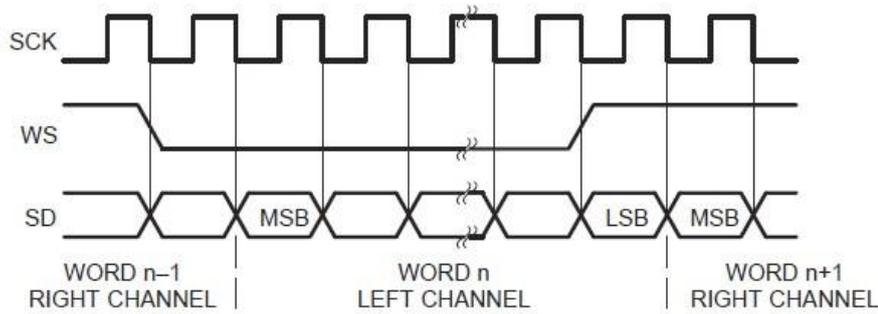

图 25-1 I2S 传输协议
I2S 发送器和接收器的操作时序如图 25-1 所示。发送器和接收器的传输操作时序要求都是在信道选择信号 (WS) 改变之后的第二个位时钟开始传输下一帧数据，数据先传 MSB 位，再传输 LSB 位。发送器和接收器能处理的字位宽可以不一致，若发送器所需发送的数据的位宽比系统所支持的数据位宽要短，则 LSB 补零发送，反之，则忽略部分 LSB 数据；同理，对接受器而言，当接收到的数据的位宽比自己能处理的位宽小时，则 LSB 补零接收，反之，则忽略接收部分 LSB 数据。所以，对收发数据而言，MSB 是具有固定的，而 LSB 则要取决于要收发的数据的字长已经系统所配置的字长位宽。